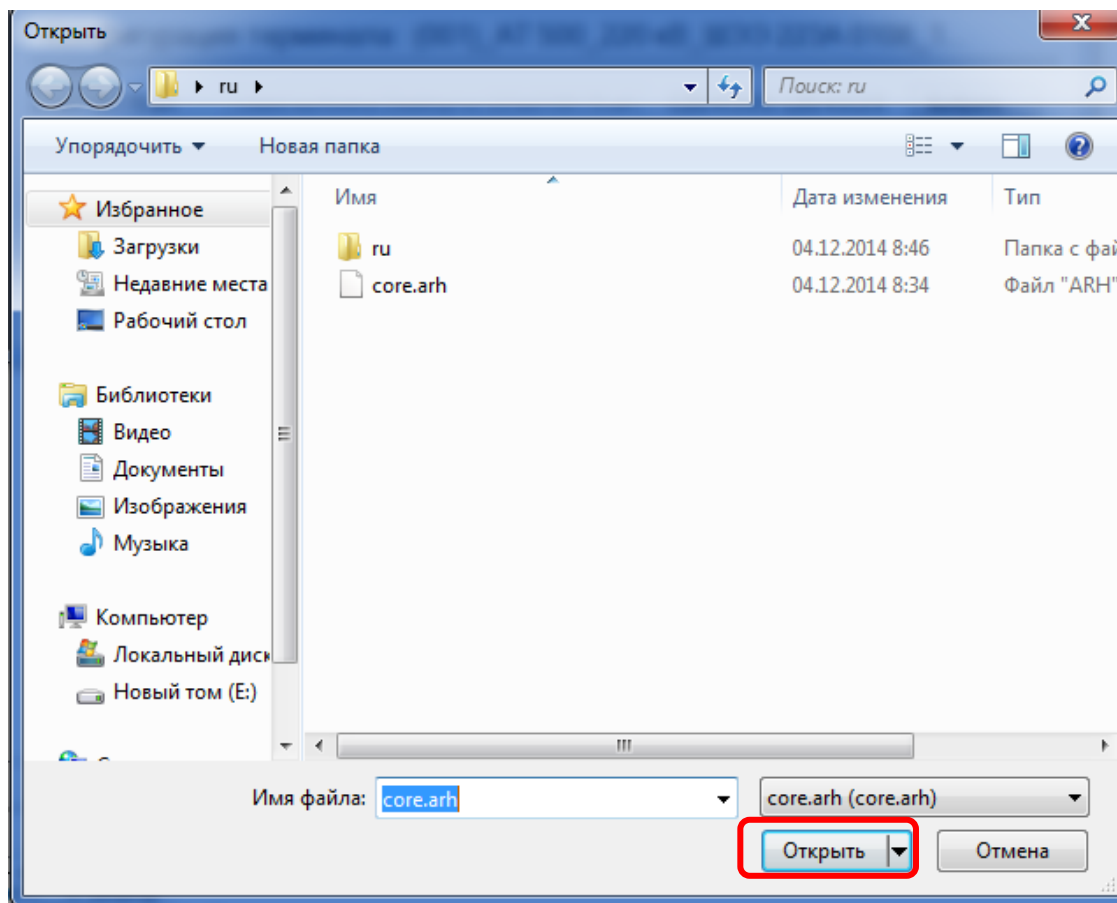

Рисунок 47 – Выбор файла ПО терминала
9.5.1 Для исправления ошибки необходимо выбрать файл ПО терминала, версия которой будет соответствовать версии конфигурации. Нажать кнопку **ОК**, выбрать файл ПО терминала и нажать кнопку **Открыть** (см. рисунок 47).